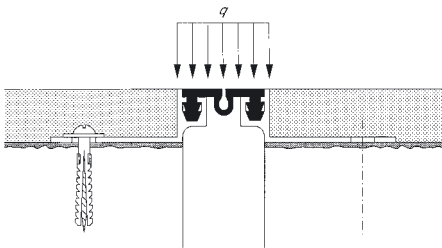

Abb. 3
- vibrationsfreie Auflagerung des Profiles auf dem Unterboden, ggf. vollflächige Unterfütterung mit Kunststoffmörtel, $\delta_D \geq 5,5 \text{ N/mm}^2$, Distanzstücke aus Metall oder anderen geeigneten Maßnahmen [Abb. 3]